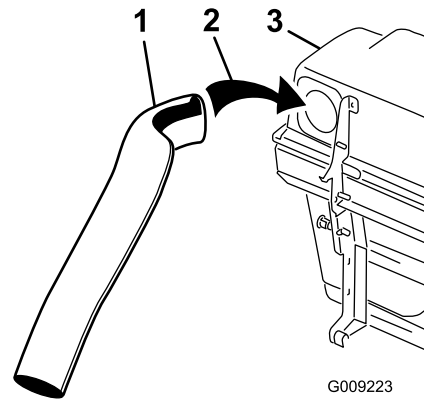

Figure 21
4. Insérez le tube supérieur dans l'ouverture du système de ramassage, puis ressortez-le de sorte que le joint en caoutchouc dépasse (Figure 21).